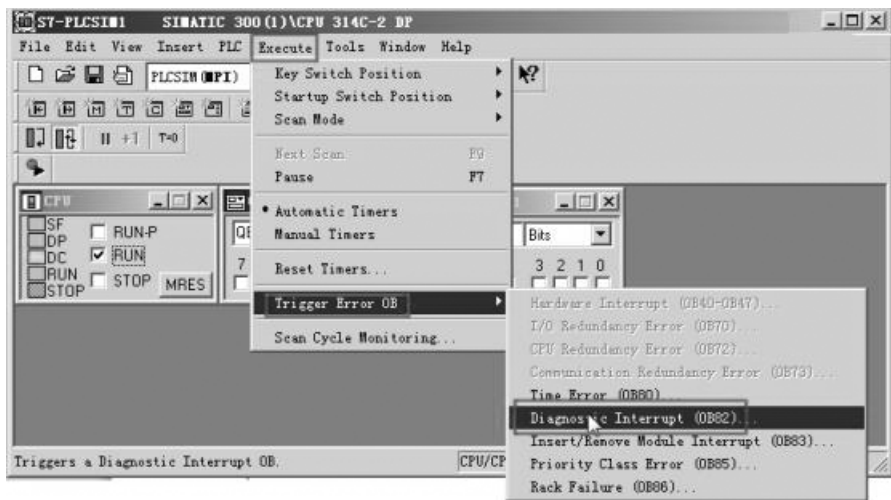

图 5-91 打开“诊断中断”界面
5) 仿真。将完整的程序下载到仿真器中，将仿真器置于“RUN”状态，在工具栏中单击“Execute”（执行）→“Trigger Error OB”（触发器）→“Diagnostic Interrupt”（诊断中断），如图 5-91 所示，打开诊断中断界面。